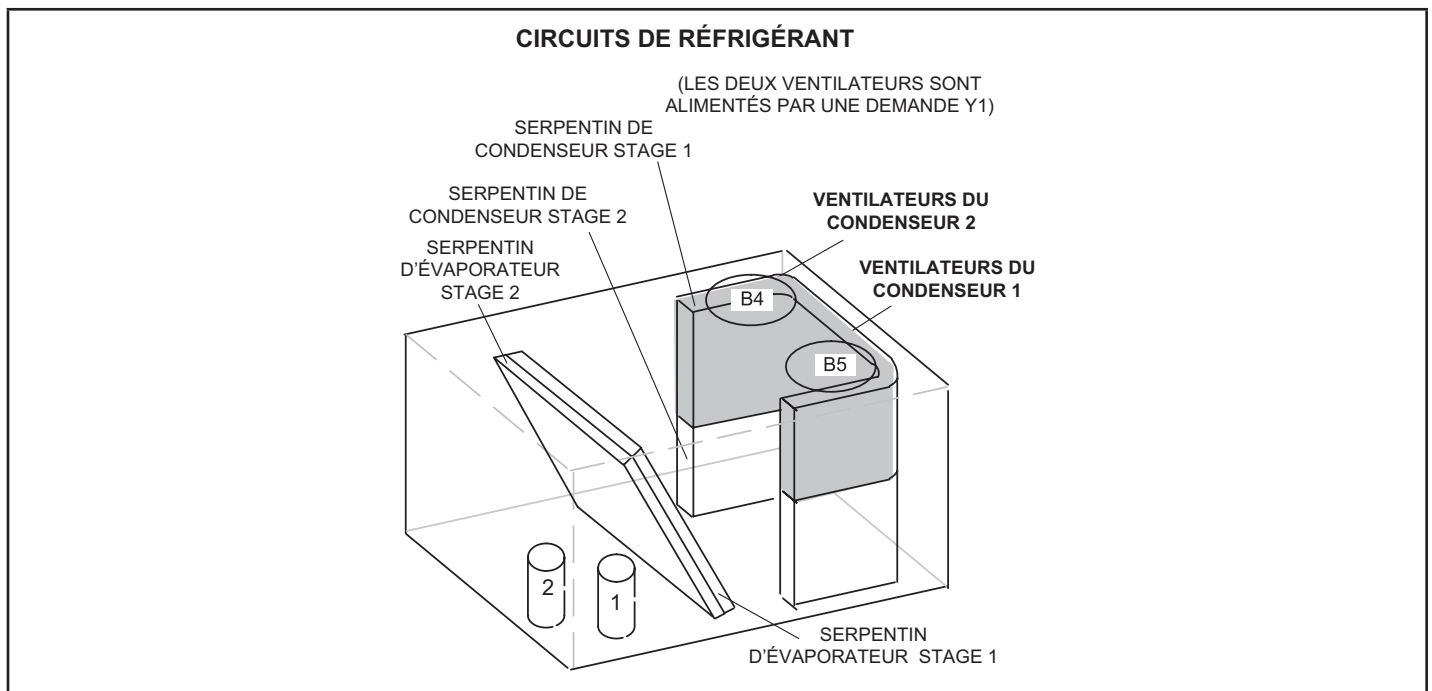

FIGURE 28
- 2 - Les unités contiennent deux circuits de réfrigérant. Reportez-vous à la FIGURE 28.